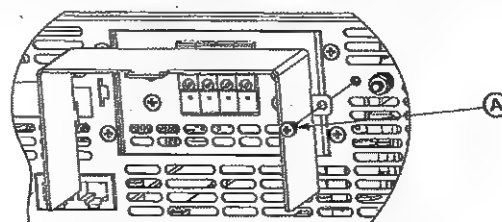

図 3-9 出力端子用シールド・カバーの取り付け
4. 保護カバーを筐体に取り付け、図 3-9 に示すように“A”部のネジで固定します。